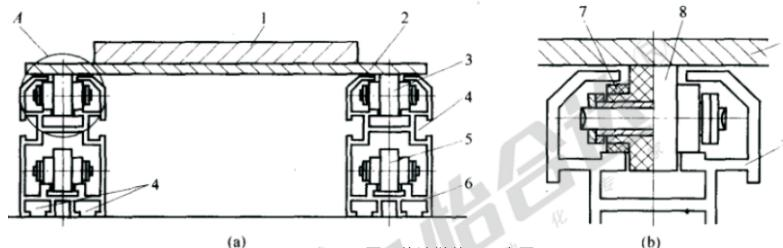

图5 倍速链使用示意图
① 滚轮：倍速链在使用时直接通过滚子放置在链条下方的导轨支撑上，滚子与支撑面直接接触，滚轮的下方是悬空的，而滚轮的上方而是直接放置装载工件的工装板，因此滚轮是直接的承载部件，既要承受工装板的重量，还要承受工装板上被输送工件的重量。图5(a)所示为倍速链在输送物料时的工作情况，图5(b)为局部放大图。